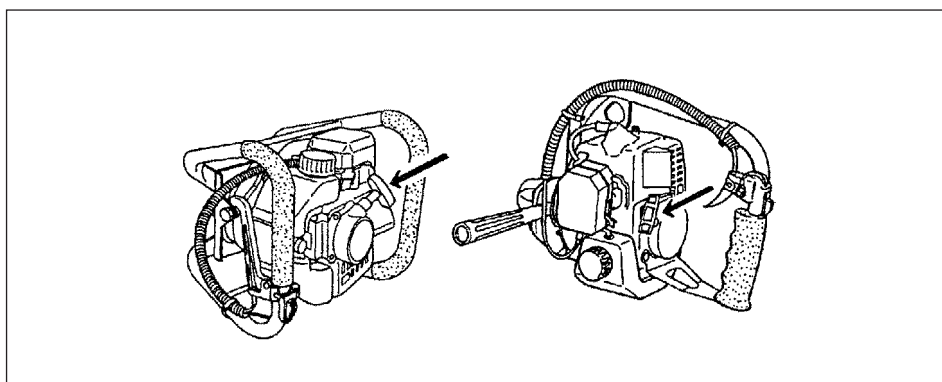

Fig. 2-4
3. Tirare rapidamente la miniglia dell'avviamento, riaccompagnandola poi in sede. (Fig. 2-4)